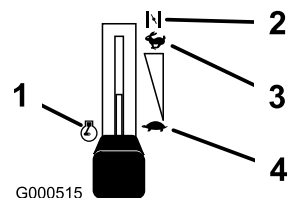

Figura 10
3. Prima di avviare il motore a freddo spostate la leva dell'acceleratore in posizione Starter (Figura 10).
5. Quando il motore è acceso, muovete la leva dell'acceleratore in posizione Fast (Figura 10). Se il motore stalla o esita, riportate la leva dell'acceleratore in posizione Starter per qualche secondo, poi spostatela nella posizione desiderata. All'occorrenza, ripetete il procedimento.
1. Portate la leva dell'acceleratore in posizione Fast (Figura 10).